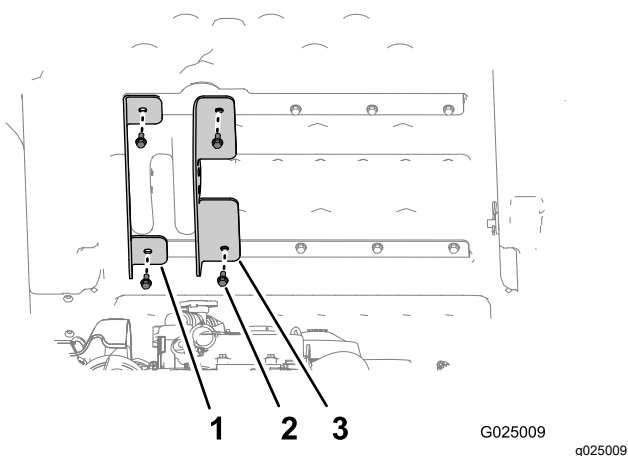

Figura 6
3. Allineate la staffa di sollevamento esterna di sinistra (la staffa dalla flangiatura corta) ai fori esterni del supporto superiore e inferiore del pianale (Figura 6).
4. Fissate la staffa di sollevamento esterna al pianale con i 2 bulloni rimossi al passaggio 1, quindi serrate i bulloni a mano (Figura 6).
5. Allineate la staffa di sollevamento interna (la staffa dalla flangiatura lunga) ai fori interni del supporto superiore e inferiore del pianale (Figura 6).
6. Fissate la staffa di sollevamento interna al pianale con i 2 bulloni rimossi al passaggio 2, quindi serrate i bulloni a mano (Figura 6).
8. Serrate i 4 bulloni ($\frac{5}{16}$ " x $\frac{3}{4}$ ") che fissano la staffa di sollevamento interna ed esterna al pianale (Figura 6) con una coppia da 15 a 16,6 N·m.